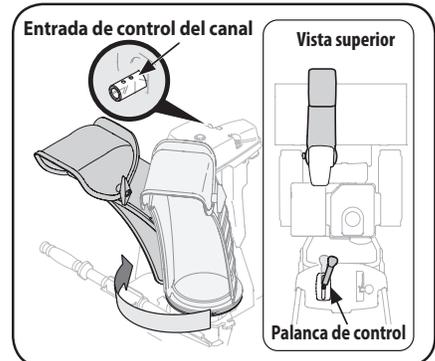

Figura 2-24
4. Apriete el disparador de la palanca de control y gire el canal manualmente para que mire hacia adelante. Los orificios en la entrada del control del canal estarán mirando hacia arriba. Consulte Figura 2-24.